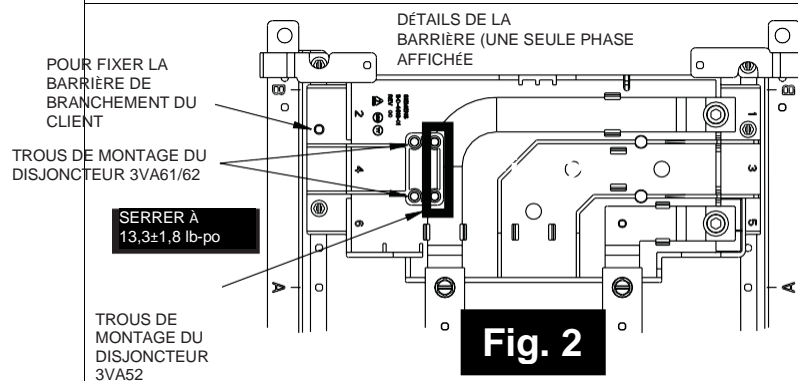

Fig. 2
Les instructions suivantes concernent l'installation d'un ensemble de disjoncteur d'alimentation principale ou secondaire Siemens pour les disjoncteurs de type 3VA52 (MFAS, HFAS ou CFAS), de type 3VA61 (MDAE, HDAE ou CDAE) ou de type 3VA62 (MFAE, HFAE ou CFAE) dans les tableaux P1 révisés. L'ensemble peut être installé en tant que dispositif d'alimentation principale ou secondaire dans des panneaux d'une intensité nominale de 250 A ou moins. Pour les panneaux révisés de 400 A, on peut l'installer UNIQUEMENT dans des applications d'alimentation secondaire (voir la Fig. 2). Les pièces fournies dans cet ensemble assurent la connexion à un système monophasé à un, deux ou trois conducteurs pour l'ensemble MBKVA5262A, ou encore à un système triphasé à trois ou quatre conducteurs pour l'ensemble MBKVA5262B. Le disjoncteur n'est PAS inclus avec cet ensemble et doit être acheté séparément. Assurez-vous de sélectionner le disjoncteur adapté au système utilisé. Pour les systèmes sans neutre, ignorez les instructions de connexion du neutre.
10. Orientez le disjoncteur de manière à ce que le côté « MARCHÉ » (avec les extensions de barre omnibus) s'insère sur la barrière en étant soigneusement aligné avec les deux ailettes et les sangles de barre omnibus. Les trous de montage du disjoncteur côté « ARRÊT » sont alignés avec les inserts intérieurs pour les disjoncteurs 3VA52 et les inserts extérieurs pour les disjoncteurs 3VA61/3VA62. Les bornes du disjoncteur 1, 3 et 5 et 2, 4 et 6 doivent être alignées sur les repères numériques de la barrière (voir Fig. 2).